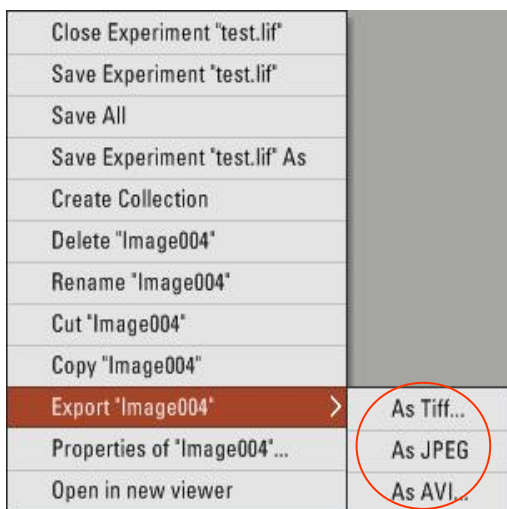

图 8-2 图像文件输出成通用格式
2. 图像文件的输出：右键点击图像文件名，选择”Export”进行图像输出，可输出成图片(.tiff 或.jpeg)，三维或多维图像还可输出成电影(.avi)。如图 8-2。所得文件可用其他图像浏览软件打开。